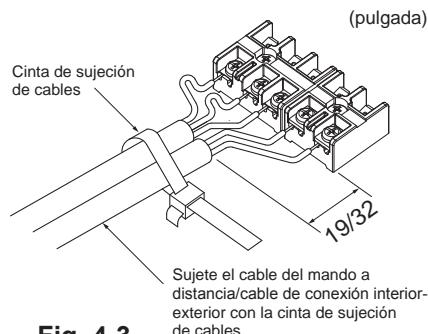

Fig. 4-3
4.1. Unidad interior (Fig. 4-1, Fig. 4-2, Fig. 4-3)